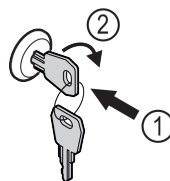

Fig. 94
- Sätt in nyckeln Fig. 94 [1].
- Vrid nyckeln 90° medurs Fig. 94 [2].